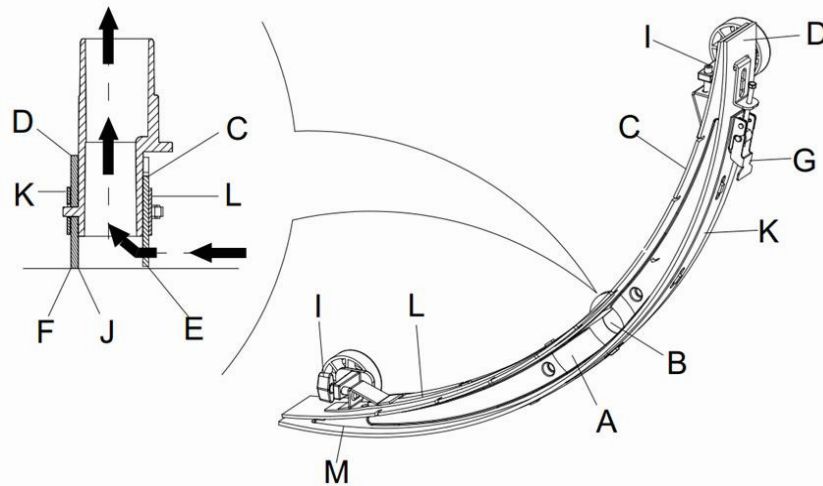

Рисунок 15
2. Нажмите кнопку включения питания (41) и установите позицию “O”, для отключения устройства.
3. Отвинтите фиксированной ручкой (16) щетки; снимите разъем подключения трубки Восстановительного Вакуума и снимите щетку.
4. Используйте ручку для подъема швабры (14).
5. Очистите щетку (**Рисунок 15**). Очистите пазы (**A, Рисунок 15**) и остатки грязи с вакуумной трубки. Убедитесь, что переднее лезвие швабры (C) и заднее лезвие швабры (D) целы, и проверьте на наличие сколов и трещин. При необходимости измените их (см. шаги в следующем разделе).
1. После методов, показанных в предыдущем разделе, очистить щетку (**Рисунок 15**)
2. Проверьте края (**E, Рисунок 15**) лезвие передней щетки (F) и части лезвий задней щетки (D). Они должны быть на примерно одинаковом уровне по всей длине. В противном случае, отрегулируйте их длину посредством следующей процедуры:
- Ослабьте зажим (G), чтобы задняя щетка (D) отделилась от кронштейна (M) для регулировки положения щетки. После регулировки вновь зафиксируйте зажим.
- Ослабьте винт на ручке (I) для регулировки передних лезвий швабры (C); после регулировки затяните винт вновь.
3. Проверьте, если переднее лезвие щетки (C) и заднее лезвие щетки (D) на предмет наличия сколов и трещин. При необходимости, измените их в соответствии со следующими способами. Проверьте передний край задней щетки (J) на изношенность. Если он изношен, его можно установить задним краем, т.е наоборот (если он не поврежден). Если задний край также изношен, измените его, следуя приведенному ниже:
- Ослабьте зажим (G), чтобы лезвие отделилось от кронштейна (M), снять зажим (K), а затем измените или переверните лезвие (D) наоборот. Установите на задней щетке в обратном порядке.
- Ослабьте винт на ручке (I) и снимите передний зажим (L), а затем замените переднюю щетку (C).